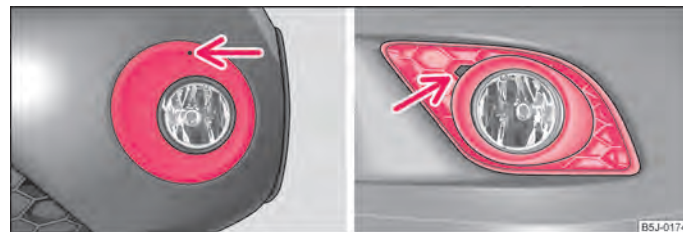

Fig. 162 Paragolpes delantero: Fabia Scout/Fabia RS
- En la abertura por encima del faro antiniebla ⇒ fig. 162 del lado izquierdo introduzca el estribo de alambre de las herramientas de abordaje y quite la tapa.
- Introduzca un dedo en la abertura junto al faro antiniebla ⇒ fig. 162 del lado derecho y retire la tapa.